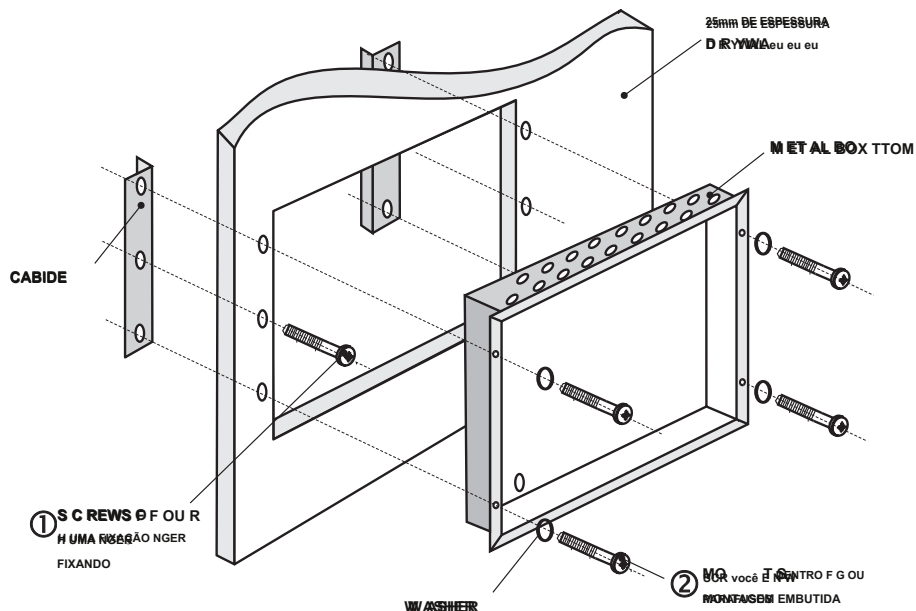

Figura 5. Sequência de ação para montagem.
- Use o conjunto de acessórios contendo dois ganchos especiais (consulte a Figura 5) para montagem do painel de alarme de incêndio em drywall de 25 mm de espessura.
- Fixe as dobradiças na parte traseira da parede de gesso com os parafusos M4x30 ranhura cruzada DIN965 do kit fornecido, conforme mostrado na Figura 5, Posição 1.
- Coloque a parte inferior metálica no orifício de montagem e fixe utilizando as arruelas M4 DIN522 e os parafusos M4x40 ranhura transversal DIN7985 - Figura 5, Posição 2.